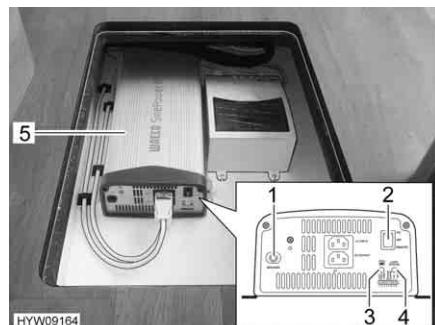

Fig. 101 Invertitore
- Posizionare l'interruttore principale (Fig. 101,2) su "ON". Il LED campo tensione di entrata (Fig. 101,3) si illumina di verde.
- Posizionare l'interruttore principale (Fig. 101,2) su "REMOTE". Il comando tramite interruttore di telecomando è abilitato.
- Posizionare l'interruttore principale (Fig. 101,2) su "OFF". Il LED campo tensione di entrata (Fig. 101,3) si spegne.